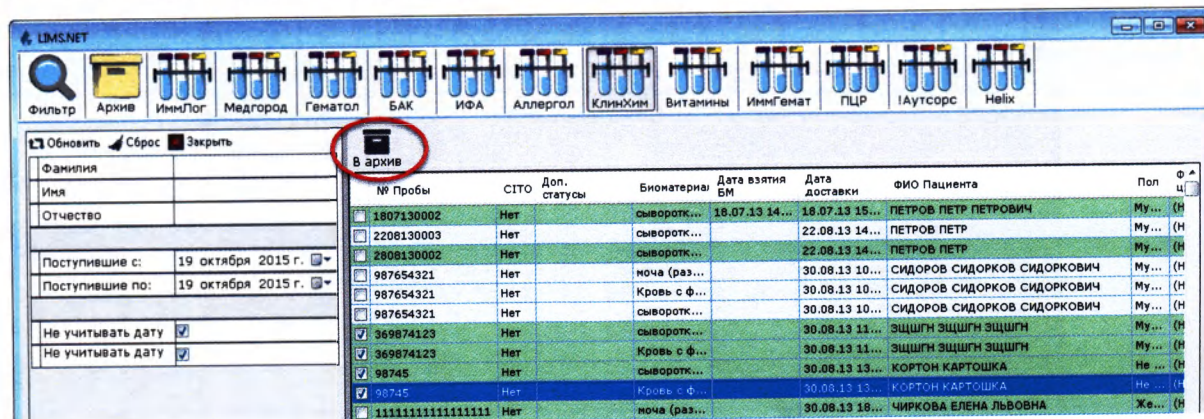

Рисунок 13.22
3. Нажмите кнопку «В архив» (Рисунок 13.22):